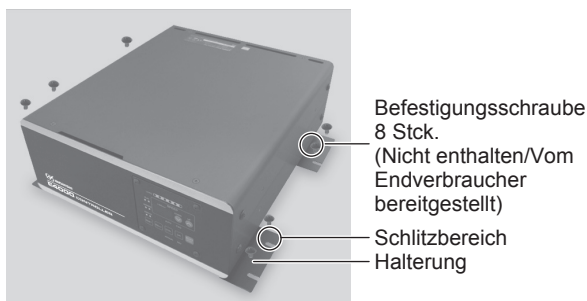

Abb. 11
- ③ Befestigen Sie den CONTROLLER (Schlitzbereich der Halterung) mit den Befestigungsschrauben an der Maschine (**8 Stck. nicht im Lieferumfang enthalten/vom Endbenutzer bereitgestellt.**) (Abb. 11).